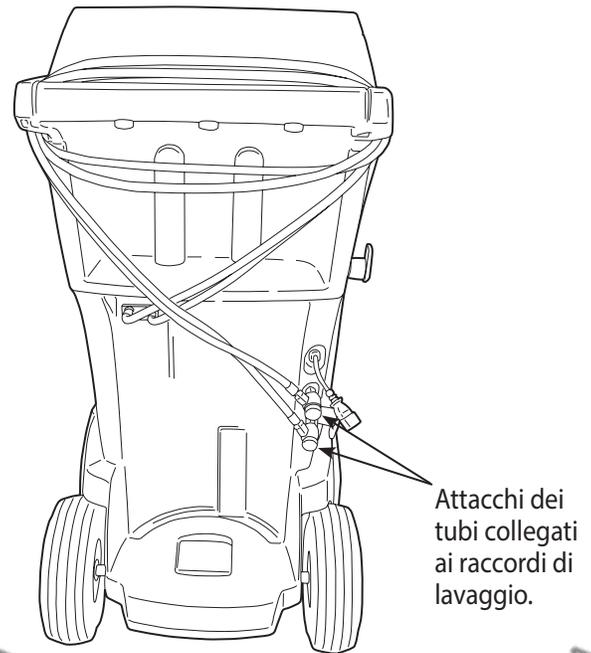

Figura 16
2. Avvolgere due volte i tubi di servizio intorno al manico e collegarli ai raccordi di lavaggio. Vedi Figura 16.